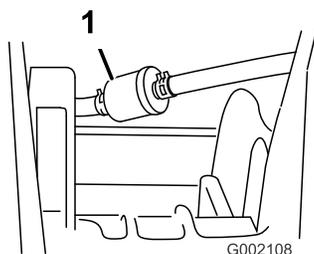

図 39
5. フィルタを燃料ラインに固定しているクランプを外す **図 39**。